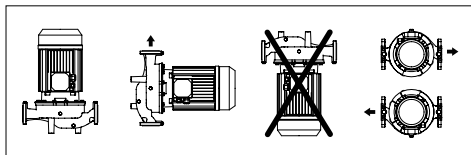

FIG. 2: Instalarea motorului $\leq 7,5\text{kW}$ bipolar și $\leq 1,1\text{kW}$ cvadripolar
- Pompele pot fi instalate pe conducte de refulare sau de retur și în poziție orizontală și verticală, condiția fiind ca motorul să nu fie niciodată amplasat sub pompă, pentru a preveni scurgerea de apă în motor sau în lagăre. (FIG. 2) (Rețineți că instalarea verticală este posibilă pentru grupuri bipolare $\leq 7,5\text{kW}$ și grupuri cvadripolare $\leq 1,1\text{kW}$)